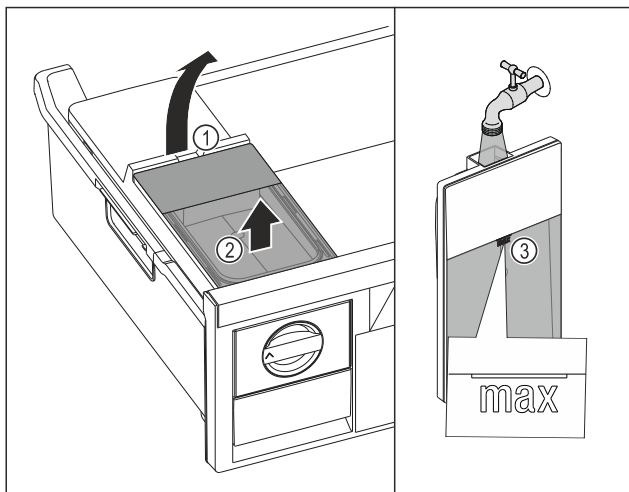

Fig. 123
- Lyft vattenbehållaren i fördjupningen Fig. 123 (1).
- Ta ut vattenbehållaren uppåt. Fig. 123 (2)
- Fyll vattenbehållaren med dricksvatten upp till markeringen Fig. 123 (3).